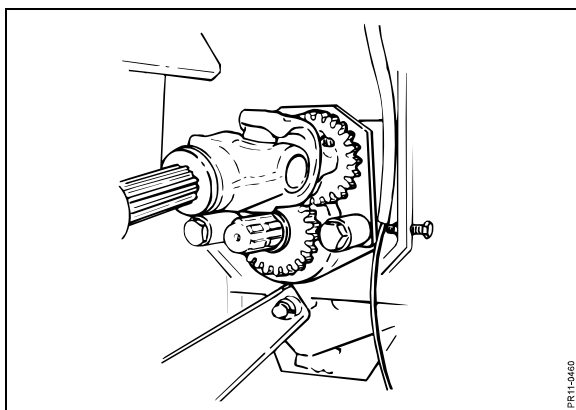

Fig. 4-15
- Fig. 4-15** 4. KO-akslen for rotoren monteres på den frie tap på rotorhuset. KO-akslen skal fastlåses på position 2, hvorved rotoren vil køre med modsat omdrejningsretning.